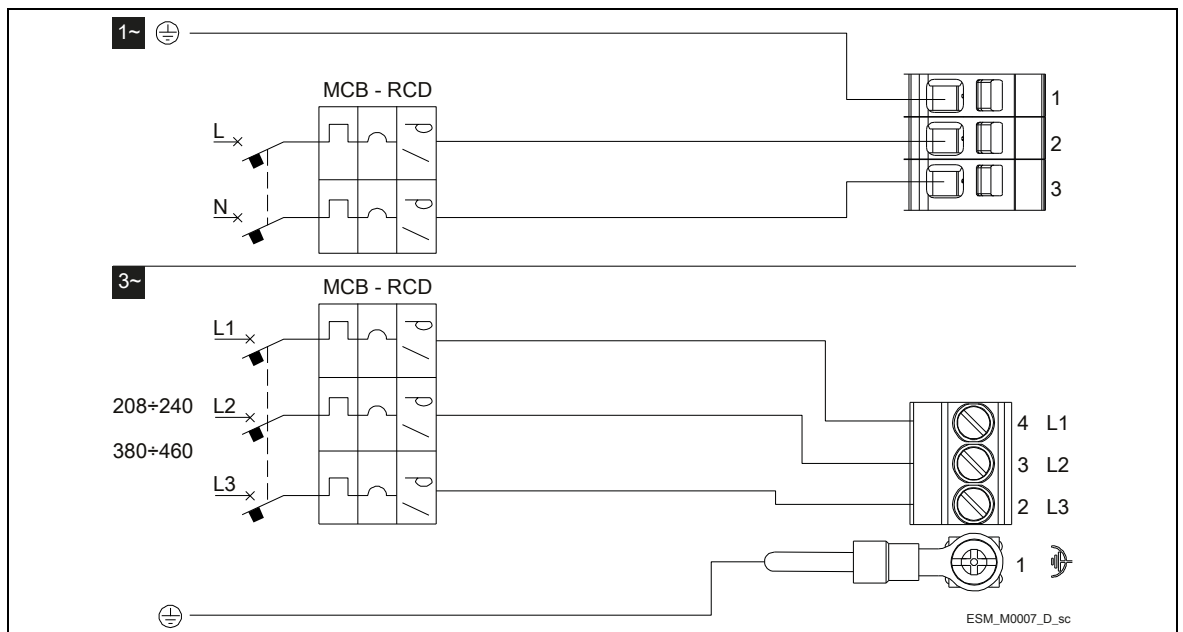

Рисунок 9. Монтажна схема
2. Вставте кабель живлення в кабельний сальник M20 (5)
4. Під'єднайте заземлювальний провідник (масу) і переконайтеся, що він довший від фазових провідників.	Рис. 9